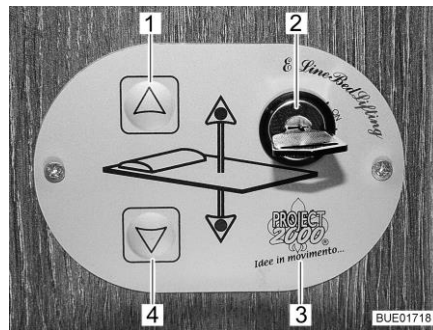
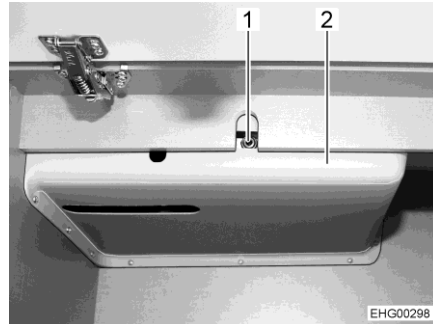

Bild 143 Bedienteil
Bild 147 Zugang zum Antrieb
Bedienteil Mit den Tasten (Bild 143,1 und 4) auf dem Bedienteil (Bild 143,3) wird das Hubbett abgesenkt oder angehoben. Mit dem Schlüsselschalter (Bild 143,2) wird das Bedienteil gegen unbefugte Benutzung gesichert.
- Schlüssel im Schlüsselschalter (Bild 143,2) um 90° im Uhrzeigersinn drehen. Das Bedienteil (Bild 143,3) ist aktiviert.
- Pfeiltaste (Bild 143,4) drücken und so lange gedrückt halten, bis das Hubbett in die gewünschte Position nach unten gefahren ist.
- Pfeiltaste (Bild 143,1) drücken und so lange gedrückt halten, bis das Hubbett in die Endstellung nach oben gefahren ist.
Notbetrieb Wenn sich das Hubbett mit den Pfeiltasten (Bild 143,1 und 4) nicht mehr bewegen lässt, zuerst die Sicherung hinter der Verkleidung (Bild 147,2) prüfen (siehe Abschnitt 9.10.1). Wenn die Sicherung in Ordnung ist und sich das Hubbett trotzdem nicht bewegen lässt, das Hubbett manuell bedienen.
- Beiliegende Kurbel oder Innensechskantschlüssel in die Aufnahme am Motor (Bild 147,1) stecken.